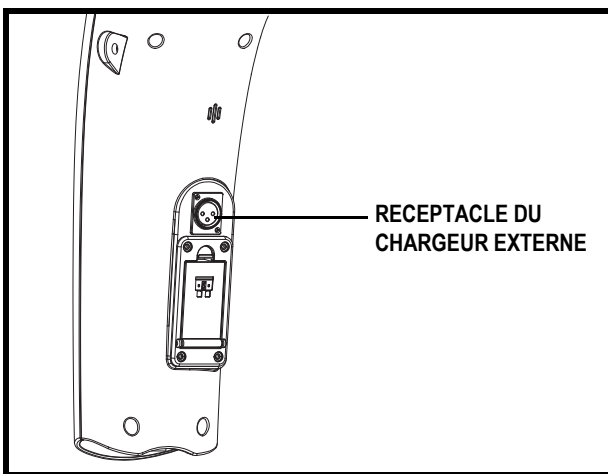

Figure 5. Réceptacle du chargeur externe (Monté sur le guidon)
Pour charger les batteries, le cordon du chargeur doit être branché dans ce réceptacle. Le réceptacle est situé sur le guidon. **Voir la figure 5.**
4. Branchez la prise 3-fiches du cordon du chargeur dans le réceptacle. **Voir les figures 5 et 11.**